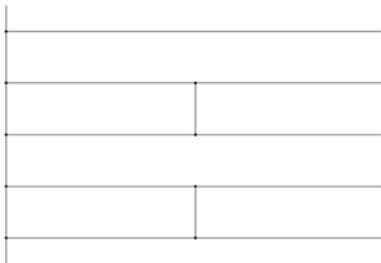

Рисунок 5.5 - Побудова додаткових провідників
7. За допомогою команди **Провод** вкладка **Схема** панель **Вставити провoda/номера проводoв** відредагуйте ланцюг як показано на рис. 5.5.